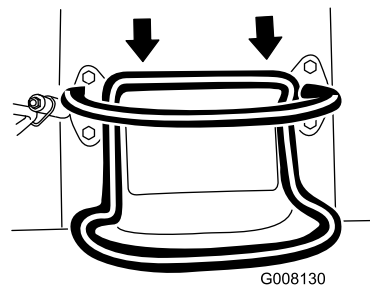

Figura 7
- Per spostarvi in retromarcia, tirate indietro il comando della trazione (Figura 7).